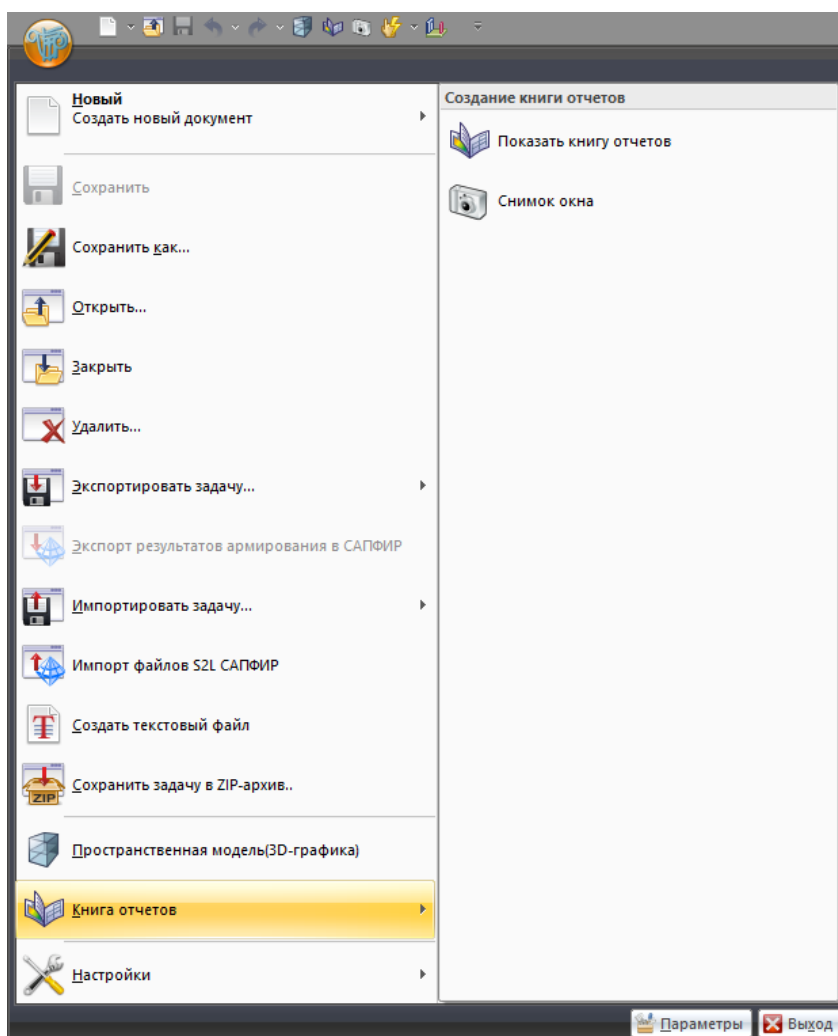

Рис. 10. Раскрывающееся меню **Книга отчетов**
**Книга отчетов** (рис.10) – раскрывающееся меню. Основные команды для управления системой документирования.